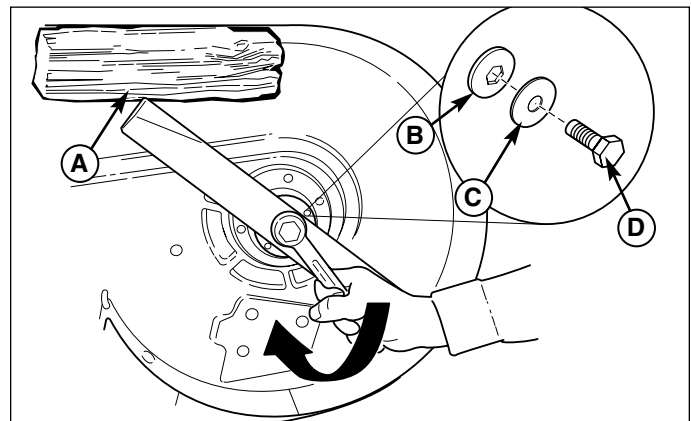

Figure 24. Pose de la lame
3. **Modèles de 97, 112 et 127 cm (38, 44 et 50 po.) :** déposer la vis de fixation (D, Figure 24), la rondelle élastique (C), la rondelle hexagonale (B) et la lame.
6. Remonter la lame (Figure 24) avec les languettes tournées du côté du carter comme sur l'illustration.
7. **Modèles de 97, 112 et 127 cm (38, 44 et 50 po.) :** remonter la rondelle hexagonale (B, Figure 24), la rondelle élastique (C) et la vis de fixation (D). Bloquer la lame avec une cale en bois (A) pour l'empêcher de tourner et serrer la vis de fixation (D) à un couple de 61 à 75 Nm (45 à 55 pi lb).